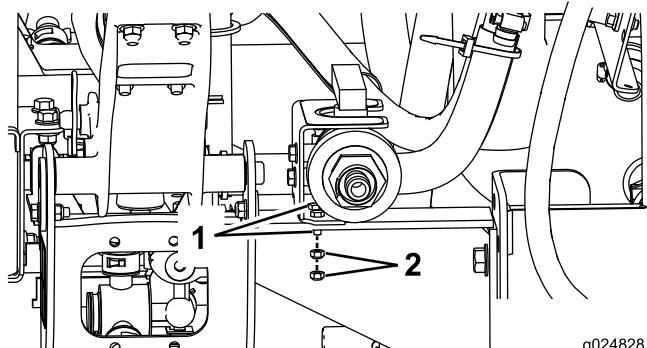

Figure 21
- Montez le clapet à bille et son support sur la machine au moyen de 2 boulons à tête hexagonale (6 mm) et 2 écrous à embase (6 mm) (Figure 21).